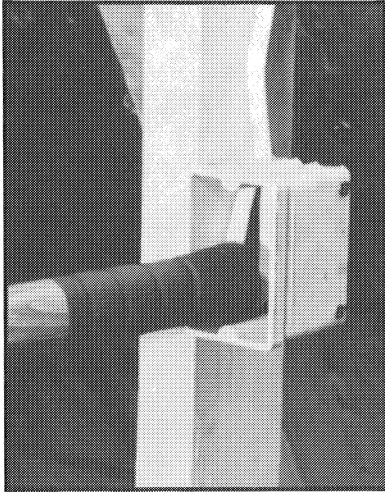

Fig. 3
2. Antes de instalar el panel sobre la caja de salida, coloque los alambres al fondo izquierdo de la caja (vea Fig 3). El mango (agarradera) del martillo es excelente para hacer eso.